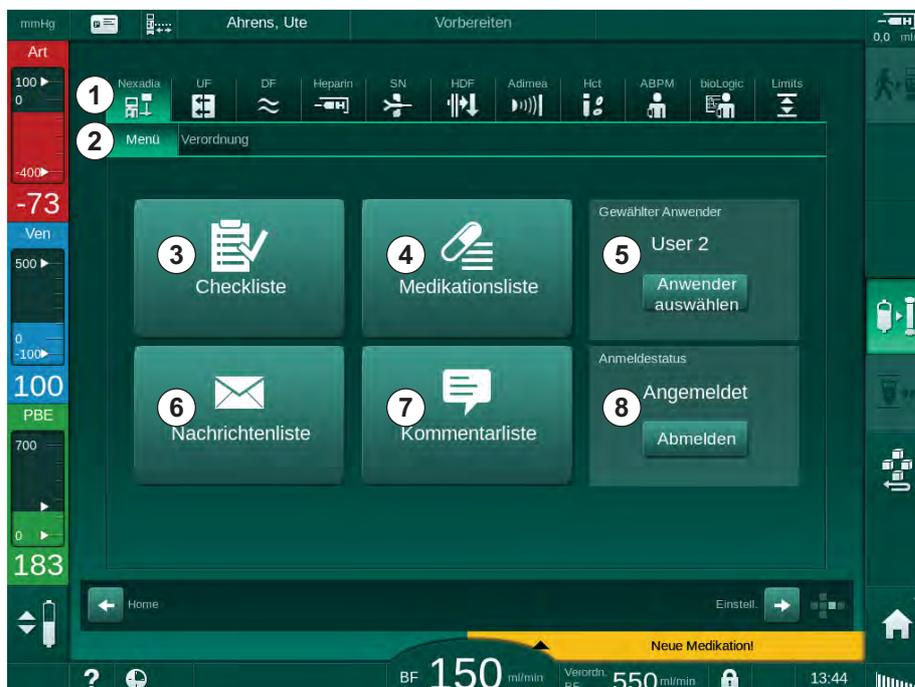

Abb. 11-30 Nexadia-Menü auf dem *Eingabe*-Bildschirm
Wird Nexadia eingesetzt, kann das Gerät Informationen (z. B. Nachrichten, Kommentare und Listen) zwischen Gerät und Datenserver senden und/oder empfangen. Die Auswahl des Anwenders ist ebenfalls möglich. Diese Funktionen werden auf dem Nexadia-Bildschirm gehandhabt. Dieser Bildschirm wird durch Berühren des Icons *Nexadia* (Abb. 11-30 , ①) und der Schaltfläche *Menü* ② auf dem *Eingabe*-Bildschirm geöffnet.